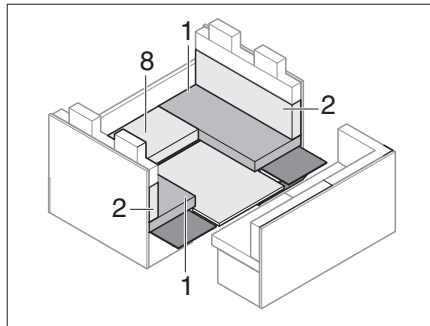

Fig. 201 Pendant la transformation
- Enlever le coussin d'assise (Fig. 201,8) et le soubassement.